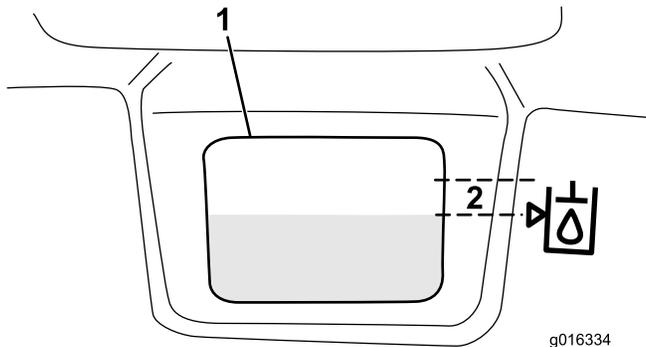

图32
3. 将适当的液压油缓慢注入油箱，直至油位达到油箱前面白色窗口旁边符号箭头所指的 6mm 或以下位置（图32）。切勿过量添加。